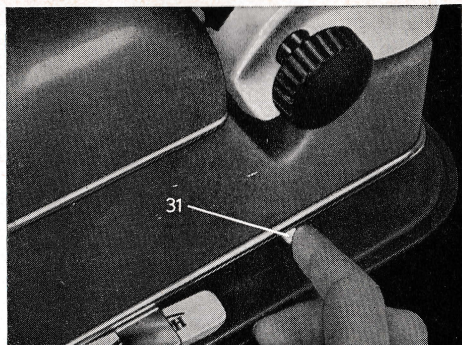

Abb. 4
Die Typenhebel sind auf dem Transport durch einen Drahtbügel gesichert, der bei abgenommener Abdeckhaube entfernt werden muß. Außerdem ist der Gummiring zu entfernen, der um den rechten, hinteren Fuß der Maschine und die Wagenverriegelung (31) geschlungen ist. Dann wird der Wagen entsichert, indem man die Wagenverriegelung nach vorn legt (Abb. 4). In dieser Stellung läßt man sie, solange man schreibt.